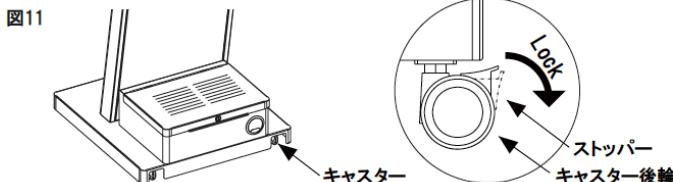

図11
- キャスターのストップバーツマミを下方向へ倒すと車輪の回転にロックがかかります。(図11)